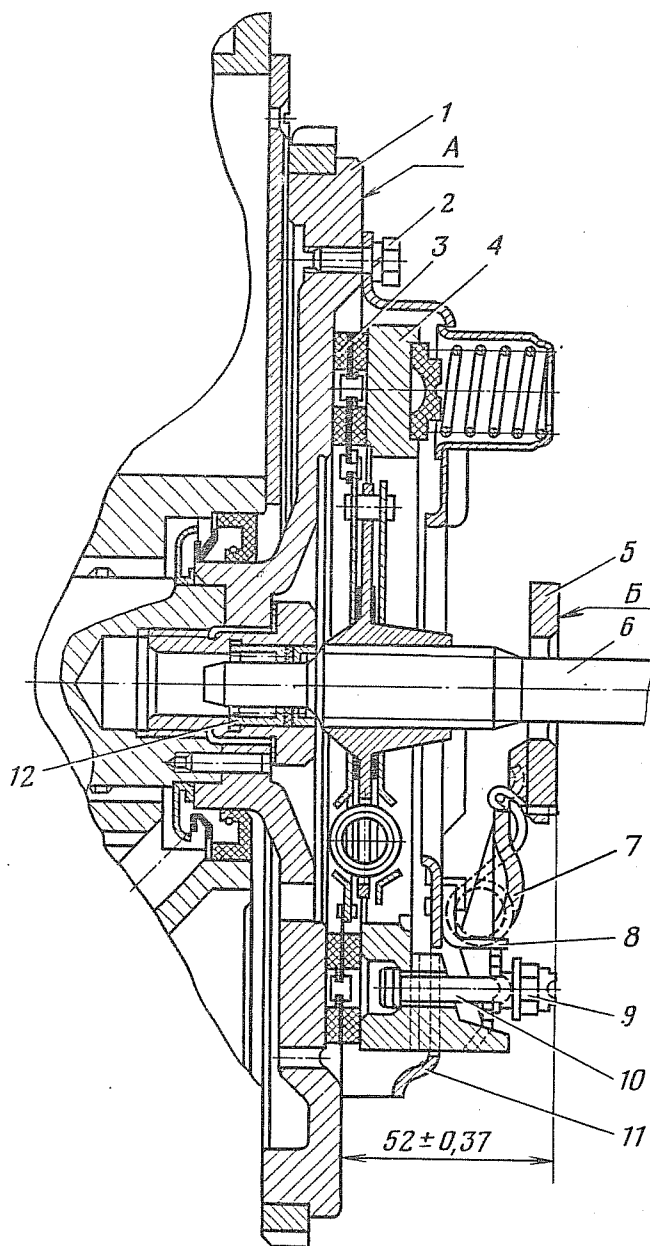

Рис. 50. Установка ведомого диска сцепления с помощью оправки:
1.2. Нанести метки на кожухе 11 (рис. 50) нажимного диска и маховике 1.
2.1. Заложить 2—3 см³ тугоплавкой смазки ЛЗ-31 в игольчатый подшипник 12 (рис. 50) ведущего вала коробки передач.
Примечание. Высотой контрольной стойки задан необходимый размер 52 мм между плоскостью А (рис. 50) маховика и плоскостью Б пяты (приспособление для регулировки положения пяты).
Примечание. Регулировать пяту гайками 9 (рис. 50), предварительно их расстопорив. При регулировке рычаги 7 сместить в крайнее положение от центра до упора в стойки 8.